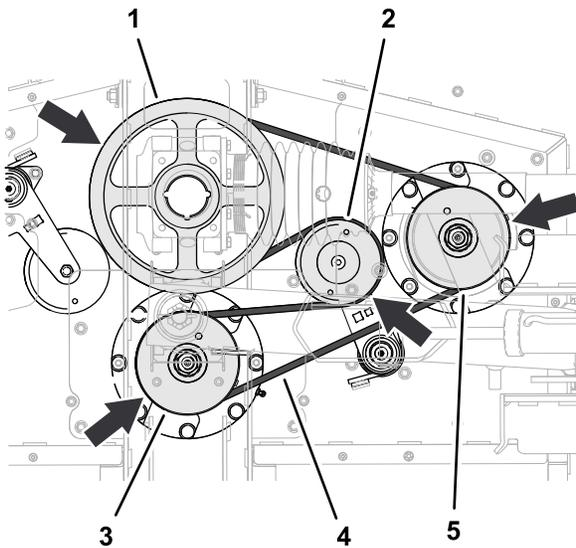

図 62
- 長いベルトを駆動プーリ、中央スピンドルプーリの上側の溝と、右側スピンドルプーリにセットする 図 62。
2. バールなどを使って短いベルトのベルトテンショナを左に回して、テンショナのプーリにベルトを取り付ける 図 62。